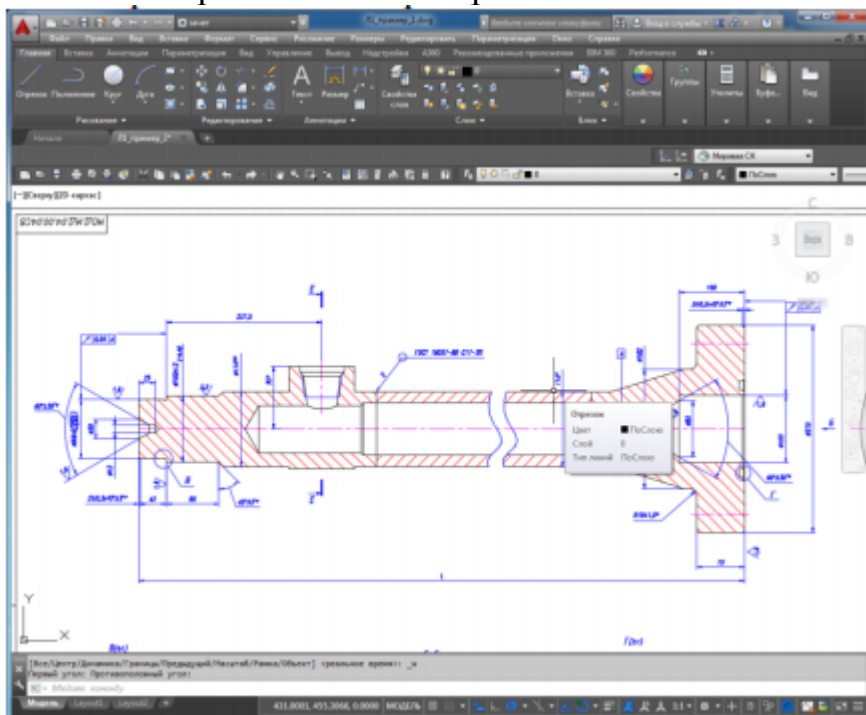

Рис.6.
12.В самом низу графической области находится корешок с надписью "Модель". Чертеж находится на этой вкладке графической области. Другие вкладки понадобятся при подготовке чертежа к выводу на печать. 13.С помощью команд ПАНОРАМИРОВАНИЕ и ЗУМИРОВАНИЕ настройте изображение на экране аналогично рис.6.